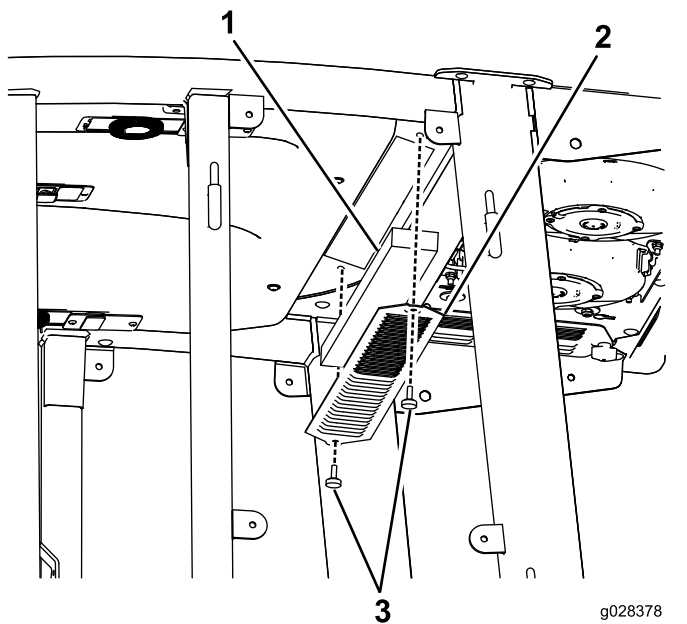
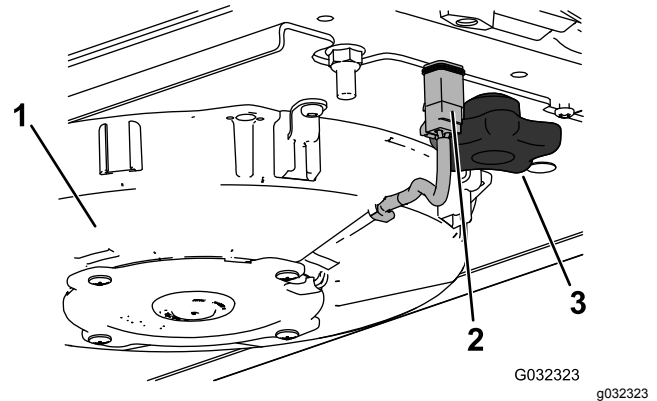
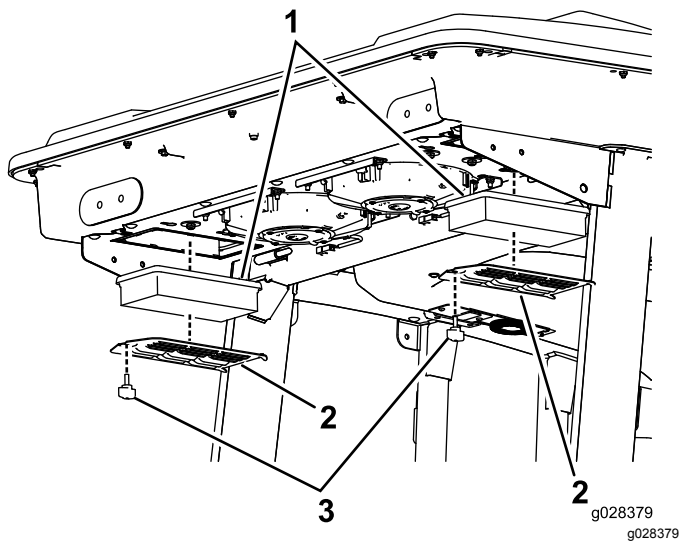
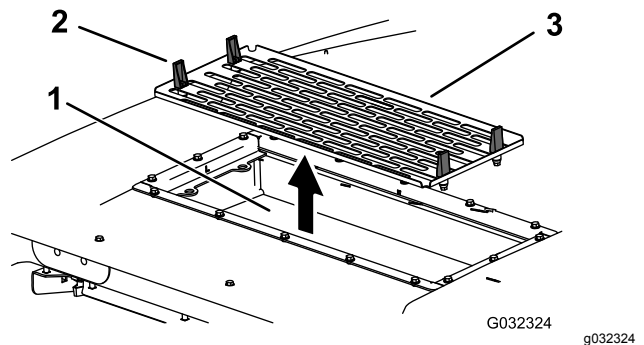

Figura 130
Figura 132
Figura 131
Figura 133
1. Retire los tornillos y las rejillas que cubren el filtro interior y el trasero de la cabina (Figura 130 y Figura 131).
4. Retire los filtros de aire (consulte Figura 131).
6. Instale los filtros de aire, la rejilla y el conjunto del ventilador (Figura 131, Figura 132 y Figura 133).
7. Conecte el cable de cada ventilador (Figura 132).